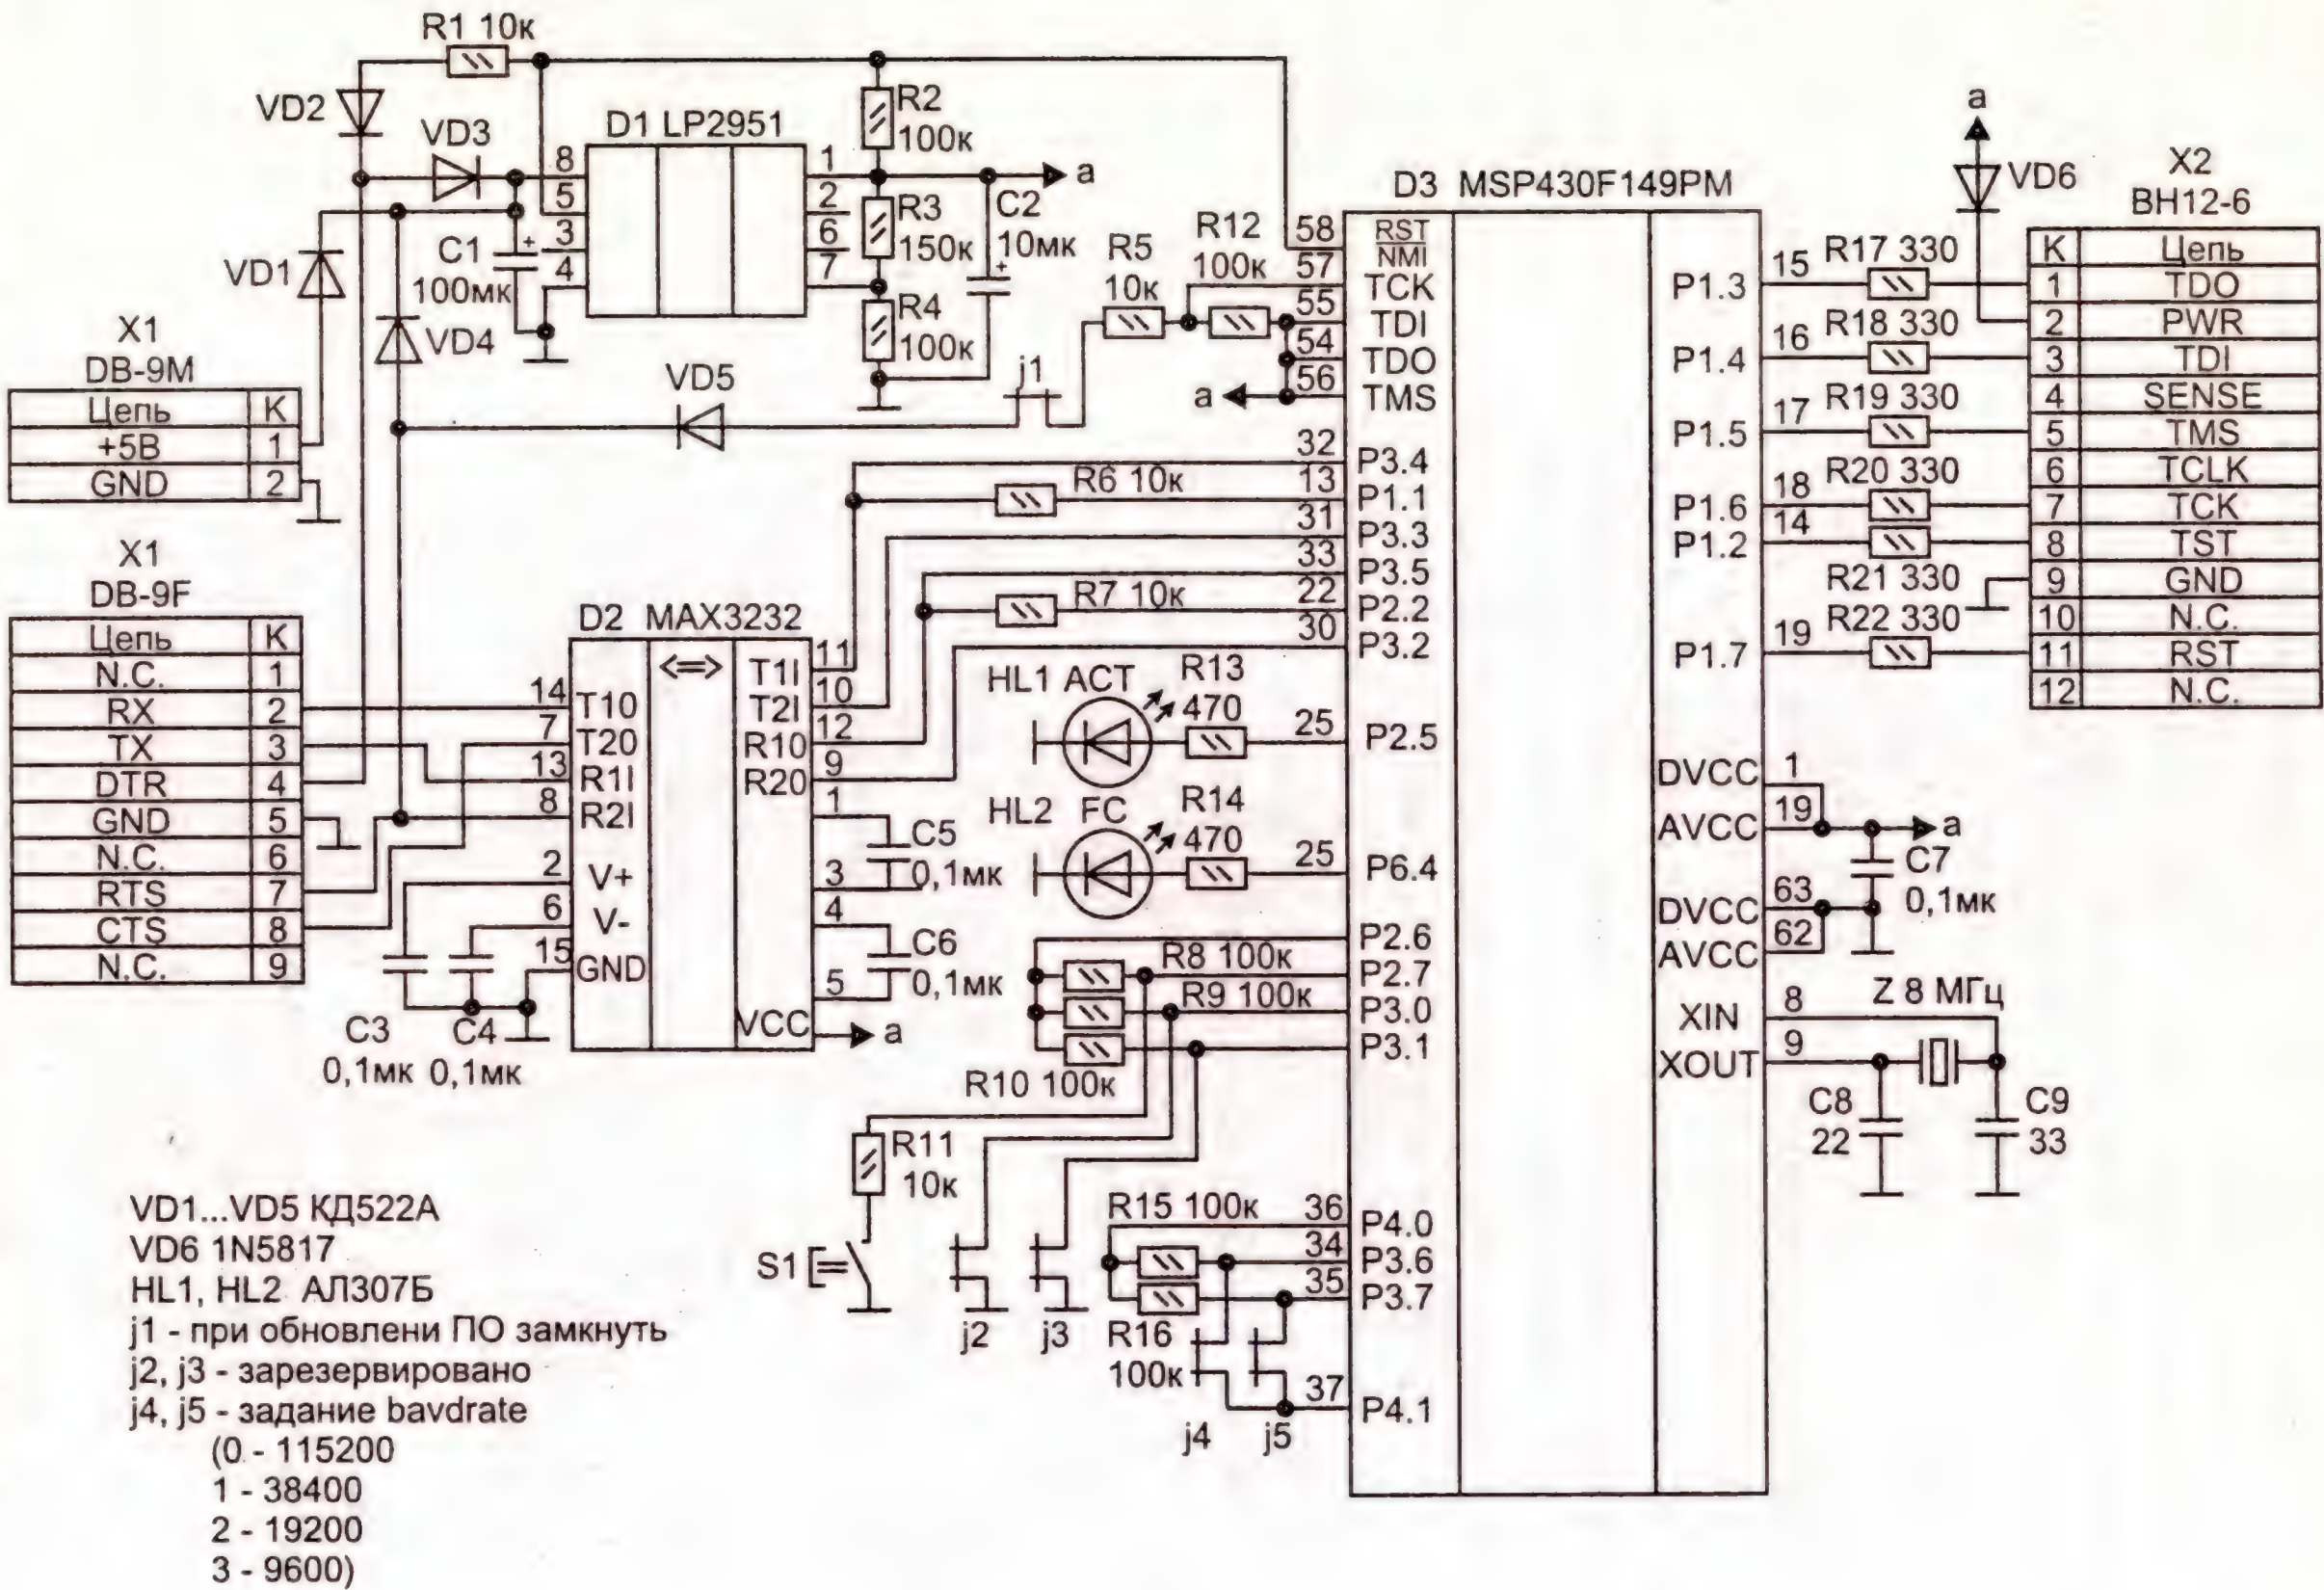

Рис. 1.25. Схема JTAG-адаптера с доступом по COM-порту
Более удачный с точки зрения спектра используемых операционных систем программатор — это программатор с доступом по последовательному COM-порту. Схема такого устройства, называемого pySerJTAG, приведена на рис. 1.25.
На схеме рис. 1.25 разъем X1 предназначен для подключения внешнего питания, разъем X2 — для связи с компьютером, а X3 образует JTAG-интерфейс. Единичный индикатор HL1 (АСТ) сигнализирует об активном обмене между компьютером и программатором, а также между программатором и микроконтроллером. Индикатор HL2 (FC) предупреждает о прохождении клонирования программы программатором. Особое внимание следует уделить джамперам j4 и j5, которые настраивают скорость обмена данными по COM-порту.